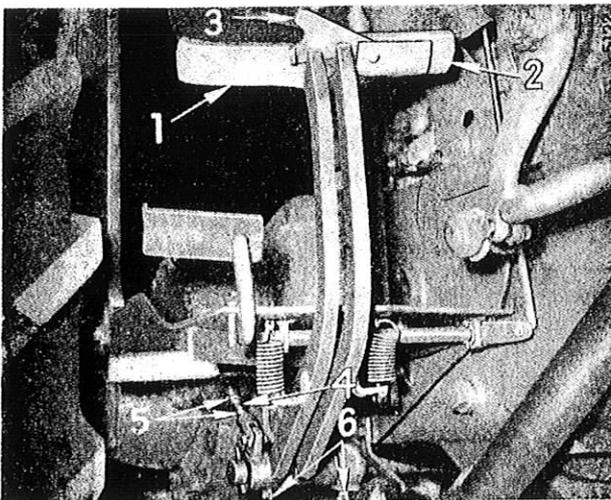

Bild 20
Als Fahrbremse dienen die mit der Feststellasche (3), Bild 20, verbundenen Bremspedale (1) und (2). Sie wirken auf beide Seiten des Getriebes ein.
Bei schneller Fahrt, insbesondere bei Straßenfahrt muß die Feststellasche (3), wie in Bild 20 gezeigt, nach rechts eingelegt werden. Beide Bremspedale müssen miteinander verbunden sein, um unbeabsichtigtes Lenken durch einseitiges Bremsen zu verhindern.